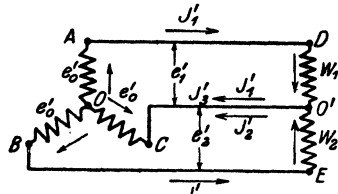
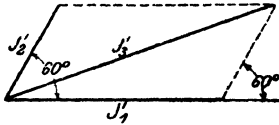

Fig. 159.
Fig. 161.
292. Die beiden induktionsfreien Widerstände $w_1 = 10$ [15] (22) Ω und $w_2 = 15$ [10] (11) Ω sind, wie Fig. 159 zeigt, mit den drei Klemmen ABC eines Drehstromgenerators verbunden, der in jeder Phase eine Spannung von 80 [127] (110) V erzeugt. Gesucht wird:
Zu b): Die Fig. 159 zeigt, daß in der Leitung $\overline{CO'}$ die geometrische Summe aus J_1' und J_2' fließt, wobei die Ströme denselben Winkel einschließen, wie die Spannungen \overline{OF} und \overline{OG} , also 60° . In Fig. 161 ist die Diagonale der gesuchte Summenstrom